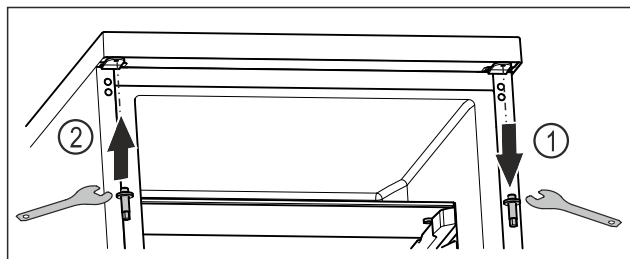

Fig. 22
- Svitare il perno superiore con una chiave esagonale. Fig. 22 (1)
- Avvitare il perno sul lato opposto con una chiave esagonale. Fig. 22 (2)